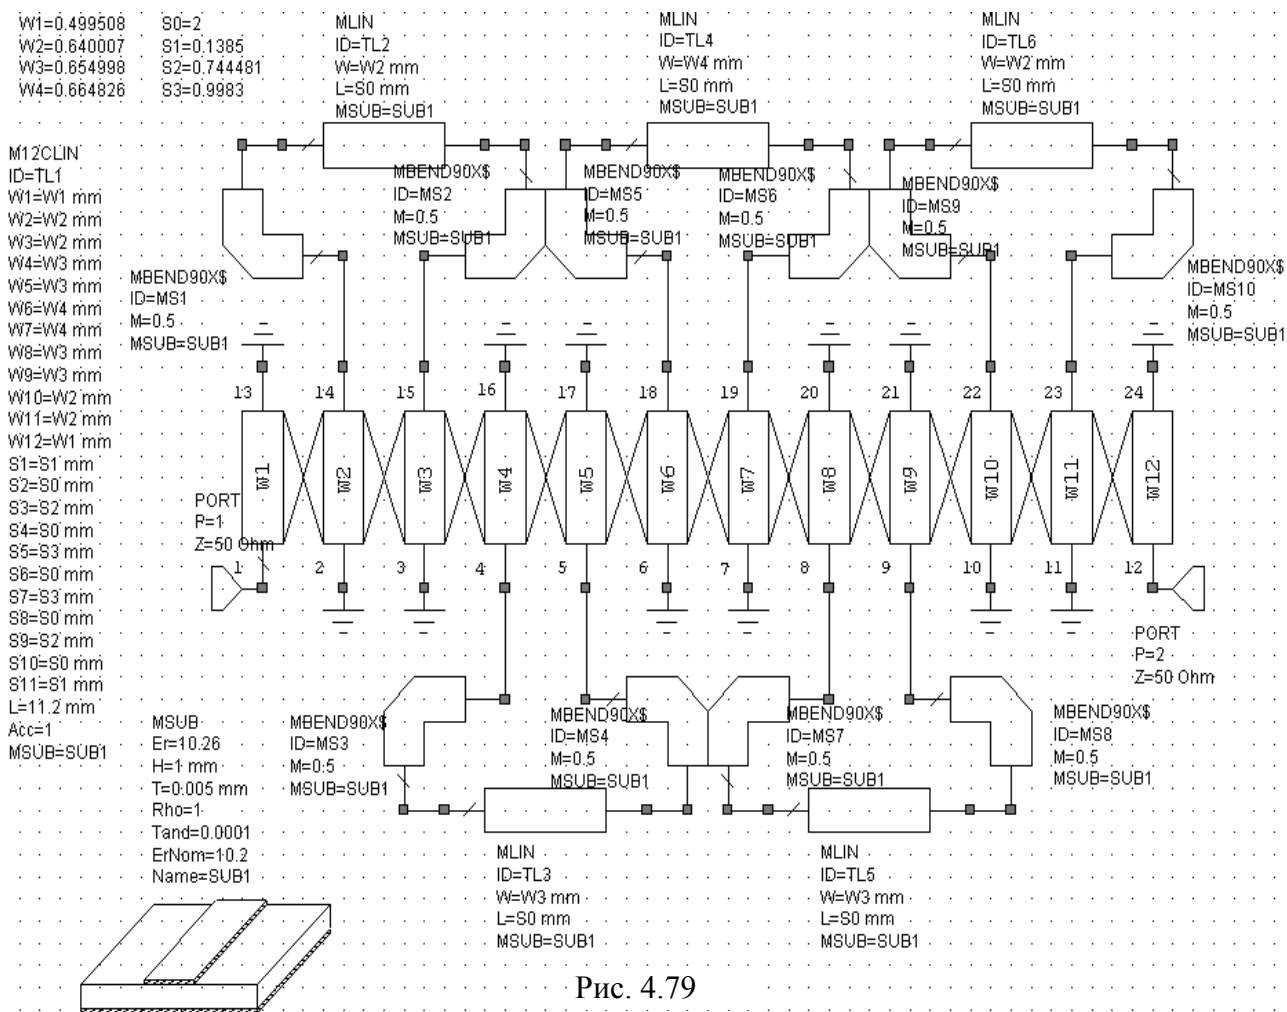

Рис. 4.79
5. Щёлкните мышкой по кнопке **Append to MWO** в правом нижнем углу окна. Переданная в Microwave Office схема показана на рис. 4.79.